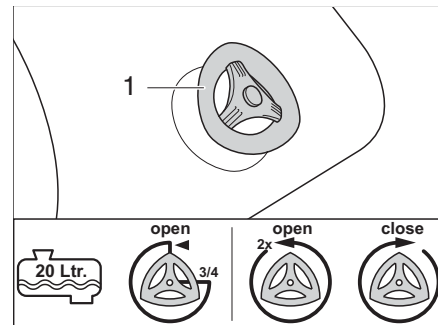

Fig. 286 Robinet de vidange
- 1/2 rempli ou moins : tourner le robinet de vidange (Fig. 286,1) de 3/4 de tour dans le sens inverse des aiguilles d'une montre. L'eau s'écoule.
- 3/4 rempli et plus : tourner le robinet de vidange (Fig. 286,1) de 2 tours dans le sens inverse des aiguilles d'une montre. L'eau s'écoule.
- Fermer le robinet de vidange (Fig. 286,1) dans le sens des aiguilles d'une montre.